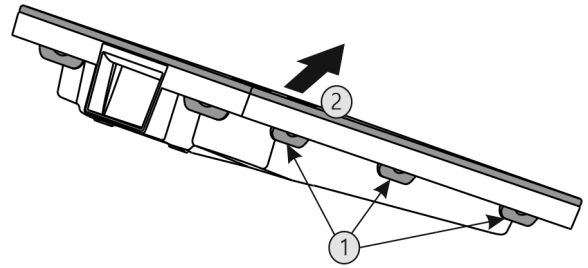

Fig. 53
- Premere una dopo l'altra tutte le linguette Fig. 53 (1) e rimuovere la copertura Fig. 53 (2).